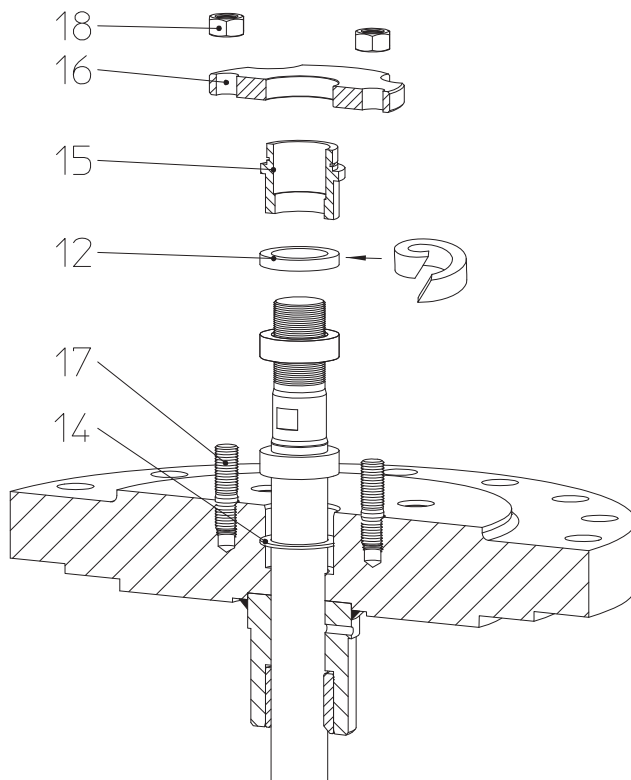
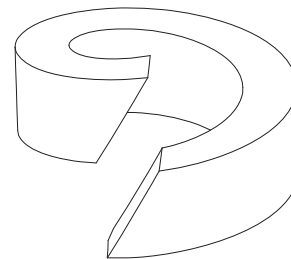

Bild 8
Bild 9: geteilter Packungsring
- Neuen Packungsring (Pos. 12) einlegen, Einbau gemäß Bild 8 - Bild 9.
Wird ein geteilter Packungsring verwendet, ist beim Zuschneiden auf einen schrägen Schnittverlauf gemäß Bild 9 zu achten.